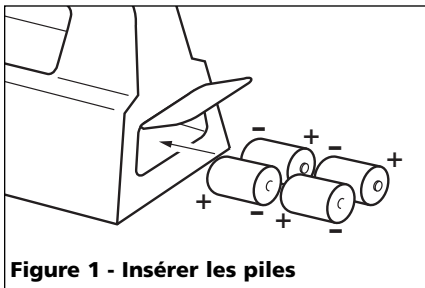

Figure 1 - Insérer les piles
1. Insérez les 4 piles D dans le boîtier du moteur, bornes pointant dans la direction indiquée dans la figure 1.